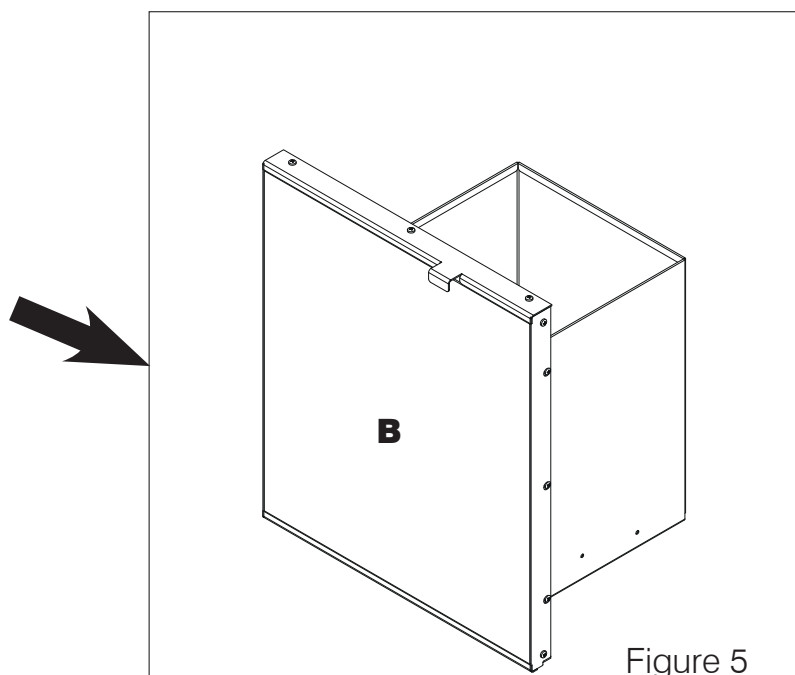

Figure 5
- Replacer le côté métallique du tiroir (1) et la façade supérieure (2) et revisser les vis retirées précédemment - Figure 5.